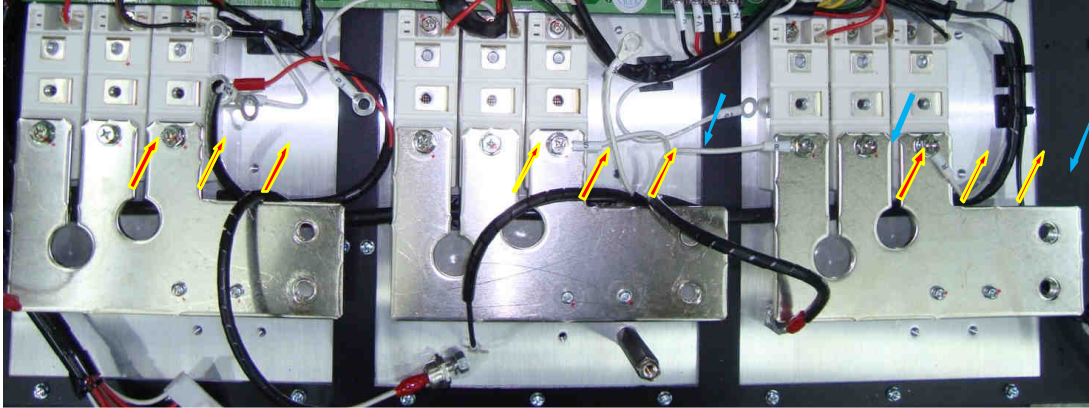
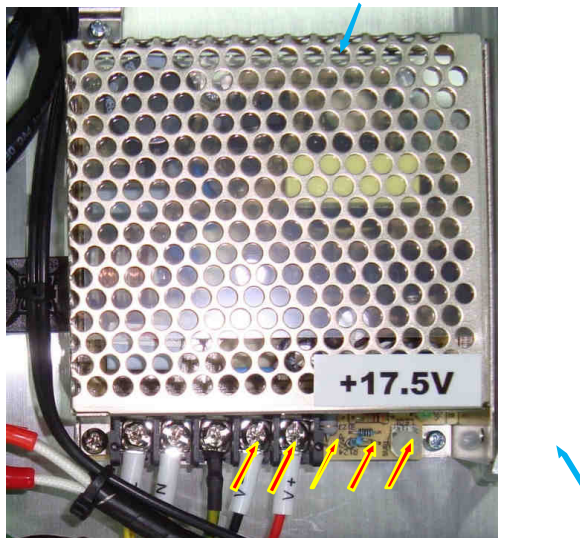

Рис. 7.7.
Рис. 7.9.
7.3.5. Установить объединительные шины «R», «S», «Т» на выводы «1» диодно-тиристорных модулей и изоляционные стойки. Закрепить шины винтами (рис. 7.7 стрелки красного цвета).
7.4.1. Закрепить блок питания +17,5 В двумя винтами (стрелки синего цвета рис. 7.9.). Подключить к соответствующим клеммам пять проводов с маркировкой «V+», «V-», «E», «N», «L» (стрелки красного цвета рис. 7.7.).